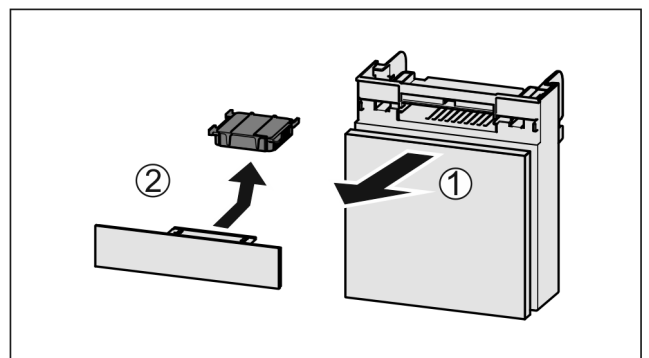

Fig. 119
- Estrarre il vano tirando in avanti Fig. 119 (1).
- Rimuovere il filtro a carboni attivi Fig. 119 (2).